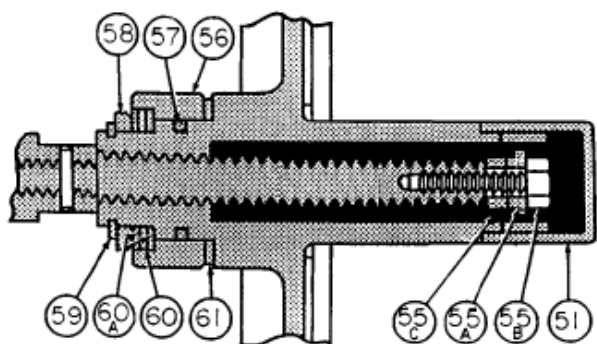

图 5 — 手轮详图, 执行器尺寸 B 和 C
- 拆下固定夹 (63) 并拉出销 (66)。确保套管 (65) 仍然在臂 (64) 中。
- 拆下枢轴销 (72) 和手轮分总成。
- 拆下手轮轴分总成 (55)、固定环 (59) 并拧松螺母 (58)。拆下滚针轴承和座圈 (60)。清洁并检查滚针轴承和座圈是否有磨损迹象。如有必要，请更换。
- 拆下手轮枢轴 (56) 和推力垫圈 (61)。检查垫圈，必要时请更换。检查 O 形环 (57)，必要时更换。
- 清洁手轮 (54) 和轴分总成 (55) 上的 ACME 螺纹，用 Molykote G 润滑。
3.5.1.2 重新装配 (图 5)
- 安装推力垫圈 (61) 和 O 形环 (57)。在 O 形环上涂上少量硅润滑剂。
- B. 将手轮枢轴 (56) 滑入手轮分总成上。润滑并安装轴承座圈、滚针轴承和外圈。
- C. 安装螺母 (58) 斜边面朝轴承座圈，并拧紧。不能过度拧紧。装回固定环 (59)。正确的装配应使得螺母 (58) 与固定环 (47) 接触。